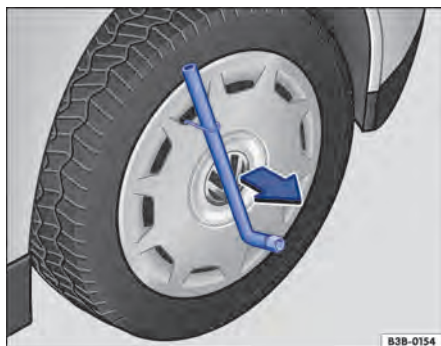

Fig. 235 Retirar a calota integral.
- Passar a chave de roda pelo gancho → Fig. 235 e puxar a calota para fora no sentido da seta.